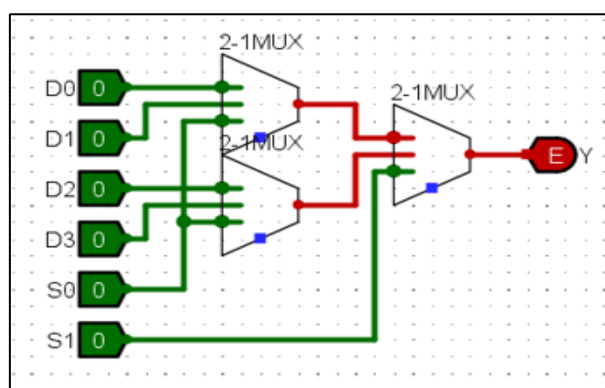
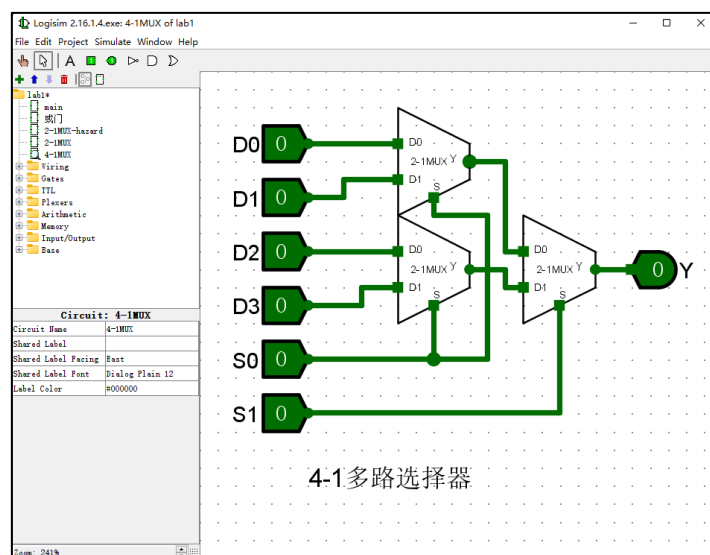

图 1.30 存在连线错误的主电路图
图 1.31 修正后的主电路图
4) 修订错误连线。如图 1.30 所示，打开 4-1MUX 电路的工作区中出现红色连线，则说明发生连线错误，需要重新连接端口。经修订后，得到如图 1.31 所示的电路图。验证电路的功能，并保存该电路设计文件，文件名为：lab1.5.circ。